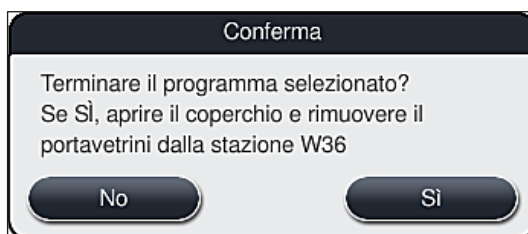

Fig. 91
5. Nel messaggio informativo che segue (→ "Fig. 91"), confermare l'annullamento del programma premendo **Sì** oppure tornare alla schermata dello stato del processo premendo **No**.
Attenersi scrupolosamente a quanto indicato nel messaggio (→ "Fig. 91").